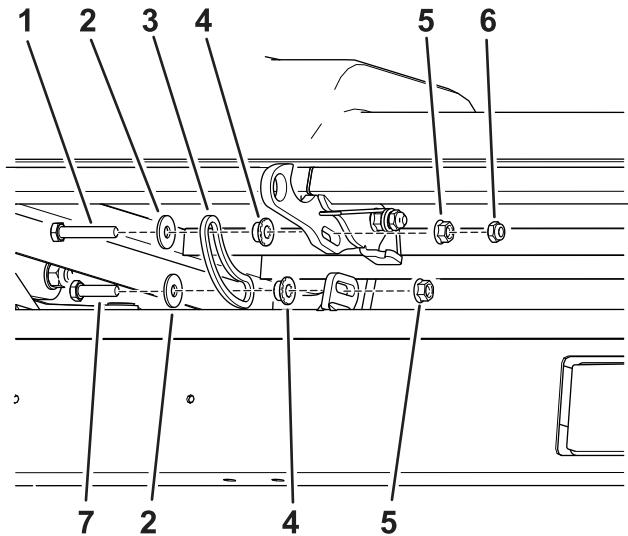

Рисунок 4
2. Установите соединитель стержня на крюк с помощью длинного болта, плоской шайбы, втулки, фланцевой гайки и контргайки (Рисунок 4).
3. Установите соединитель стержня на крюк с помощью короткого болта, плоской шайбы, втулки и контргайки (Рисунок 4).